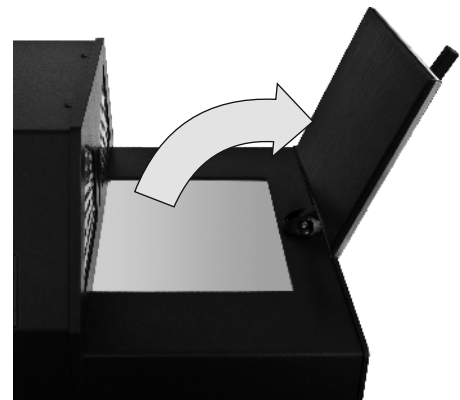

Рис. 25
5. Переведите прижим в исходное положение и уберите документ с пробоотборной пластины (Рис. 25).
2. Переведите прижим в исходное положение (см. рис. 25 на стр. 21).